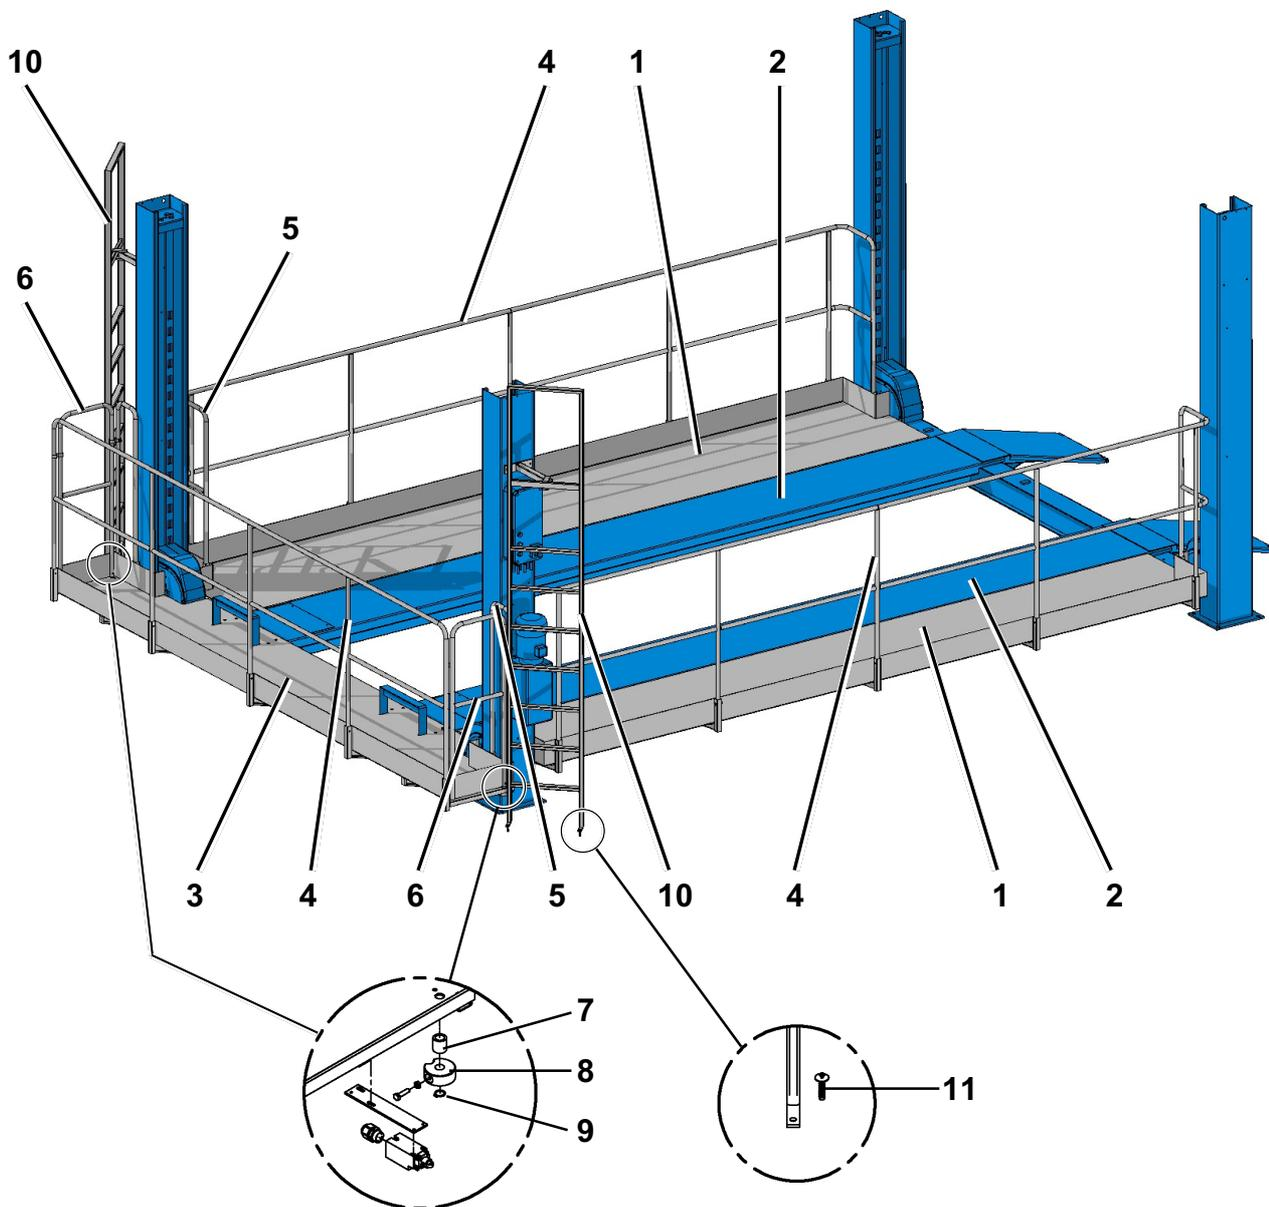

Fig.4
Dopo avere eseguito le operazioni per il montaggio del ponte sollevatore come illustrato nel manuale standard, occorre montare le parti che costituiscono le balconate. Procedere come segue (vedi Fig. 4):
- fissare, tramite i tasselli **11**, le scale al pavimento in posizione inclinata (come mostrato in Fig. 4).